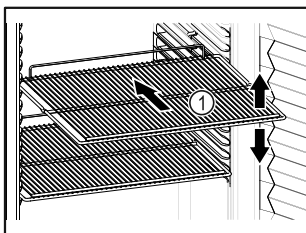

Fig. 54
- Pokud jsou odstavné rošty Fig. 54 (1) přemístitelné, přizpůsobte je vždy na danou výšku.